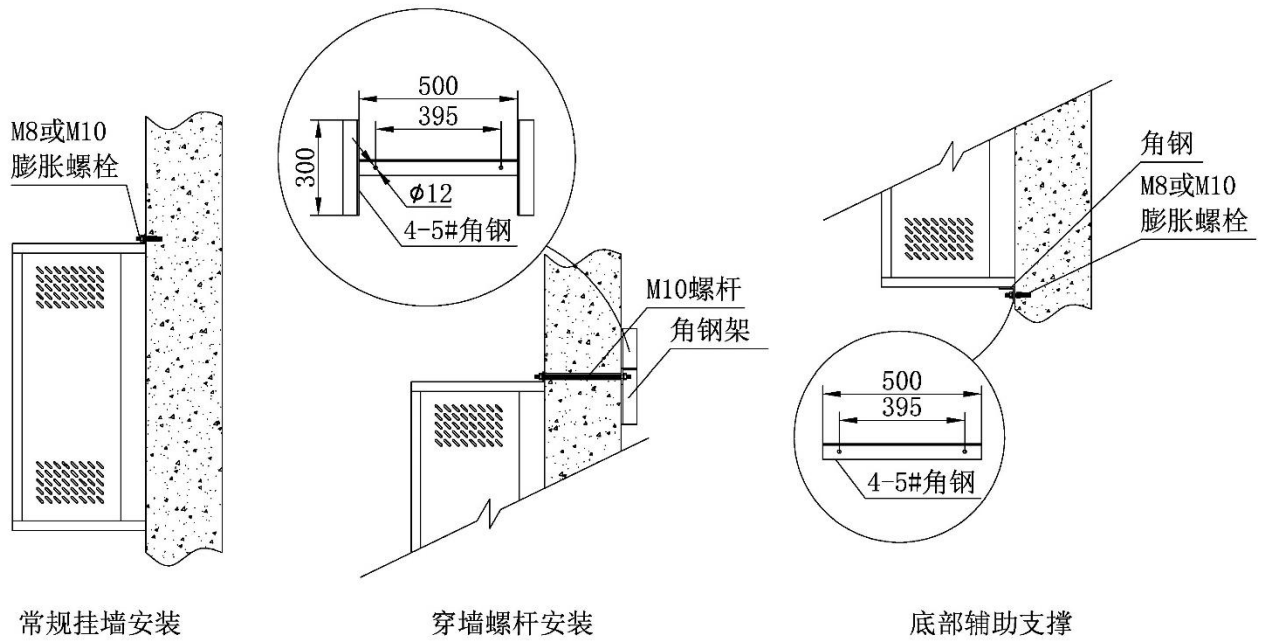

图 1 挂墙安装方式示意图
(1) 选定合适的墙体：混凝土立柱、承重墙、红砖墙、钢架结构最佳。轻质砖需视情况而定。空心砖、石膏板墙不可安装。（见表 1）
(2) 用 M8 或 M10 的膨胀螺栓将设备紧固在墙体上，当墙体不可靠时可考虑使用穿墙螺杆的固定方式，还可以在蒸汽机底部做辅助支撑（如图 1）。